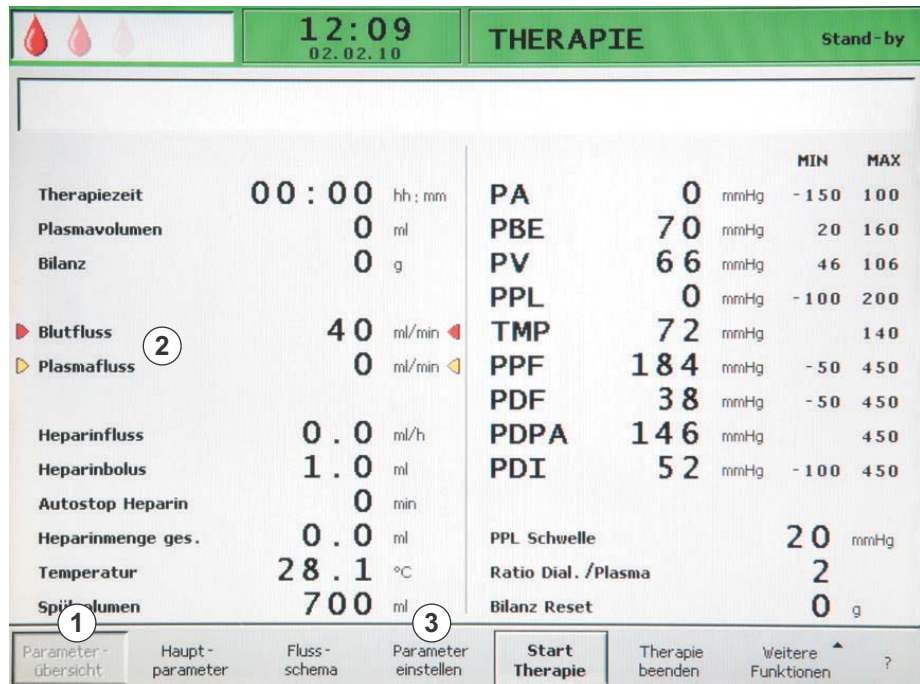

Abb. 2-20 Bildschirm *Parameterübersicht*
1. Mit Hilfe des Drehknopfes den Menüpunkt *Parameterübersicht* (Abb. 2-20, ①) in der Menüleiste auswählen und *Enter*-Taste drücken.
2. Mit Hilfe des Drehknopfes den Menüpunkt *Parameter einstellen* (Abb. 2-20, ③) in der Menüleiste auswählen und *Enter*-Taste drücken.